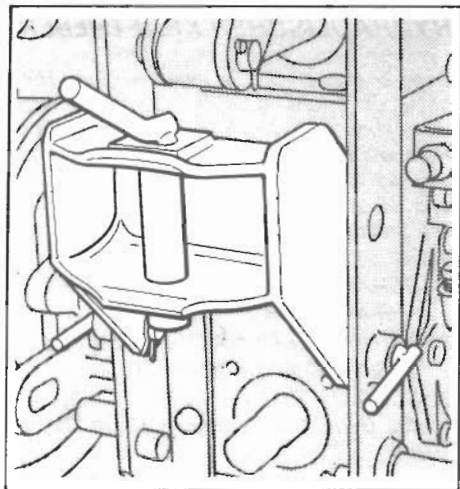

Fig. 11 - Bild 11
- a) **Per i rimorchi a due assi** è consigliabile fare in modo che il timone assuma una posizione all'incirca orizzontale, ma non troppo in alto nè troppo in basso come avverrebbe impiegando rimorchi inadatti (vedere la fig. 11).
- a) **For two-axle trailers:** it is suggested the drawbar be given a horizontal position; care should be taken not to have it too high or too low, as in the case of trailers not made fit to (see fig. 11).
- a) **Pour les remorques à deux essieux** il est recommandé d'avoir le timon en position horizontale, mais ni trop en haut, ni trop en bas, comme il arriverait si des remorques inadaptées devaient être raccordées (voir fig. 11).
- a) **Für Zweiaxelsanhänger** wird empfohlen die Zugdeichsel ungefähr waagrecht anzuordnen, jedoch weder zu hoch noch zu niedrig, wie es bei Verwendung von ungeeigneten Anhängern der Fall wäre (siehe Bild 11).